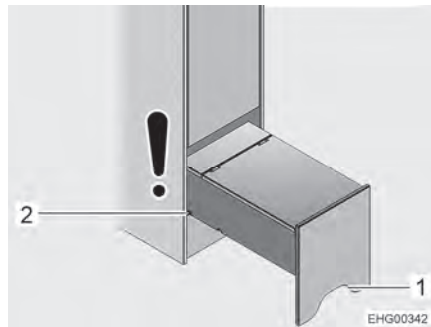

Fig. 83 Dispositivo de ascenso (completamente extraído)
- Agarrar el dispositivo de ascenso por el recorte (Fig. 83,1), levantarlo ligeramente y extraerlo hasta la segunda ranura (Fig. 83,2).